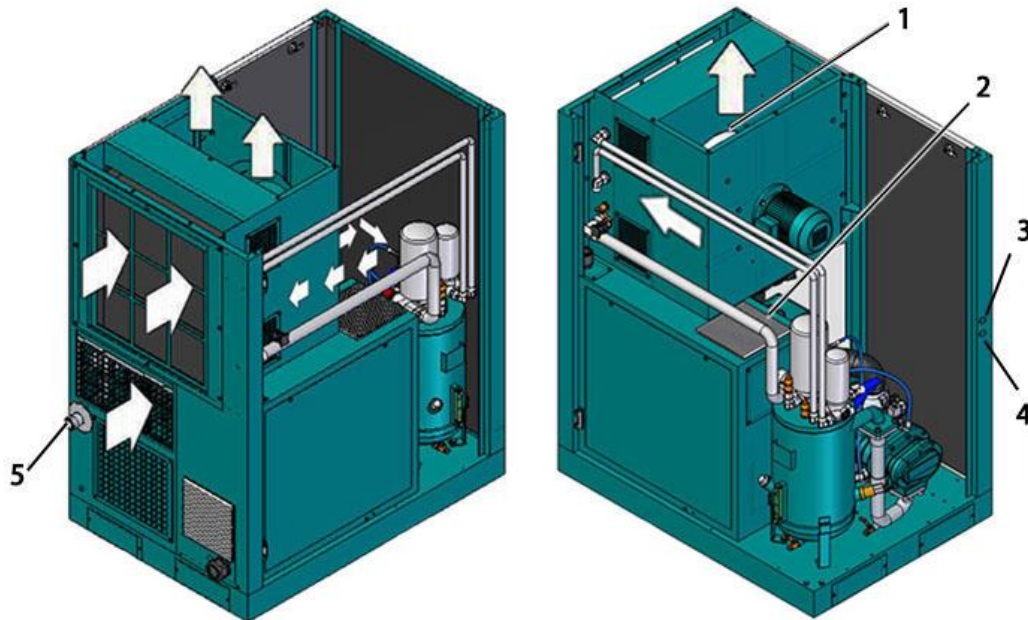

图 14: 直接传动15-37 kW螺杆式空压机流向图
- 冷却风扇 (图 14/1)
- 进气过滤器 (图 14/2)
- 压缩空气接口 (图 14/5)
- 进水口 (图 14/3)
- 出水口 (图 14/4)